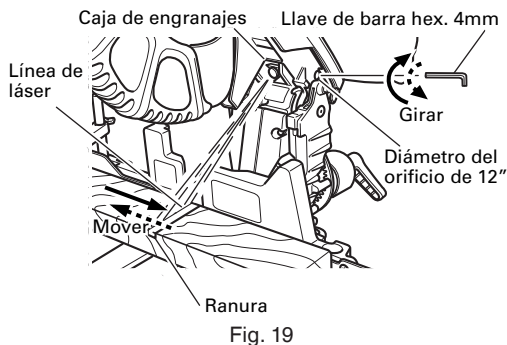

Fig. 19
(2) A continuación introduzca una llave de barra hexagonal de 4 mm en el orificio de 12 pulgadas de diámetro situado sobre el lado de la caja de engranajes, y gire el tornillo de cabeza hueca hexagonal para desplazar la línea de láser. (Si gira el tornillo de cabeza hexagonal en el sentido de las agujas del reloj, la línea de láser se desplazará hacia la derecha, y si lo gira en sentido contrario a las agujas del reloj, se desplazará hacia la izquierda.) Cuando trabaje con la línea de tinta alineada con el lado izquierdo de la hoja de sierra, alinee la línea de láser con el extremo izquierdo de la ranura. (Fig. 19) Cuando la alinee con el lado derecho de la hoja de sierra, alinee la línea de láser con el lado derecho de la ranura.